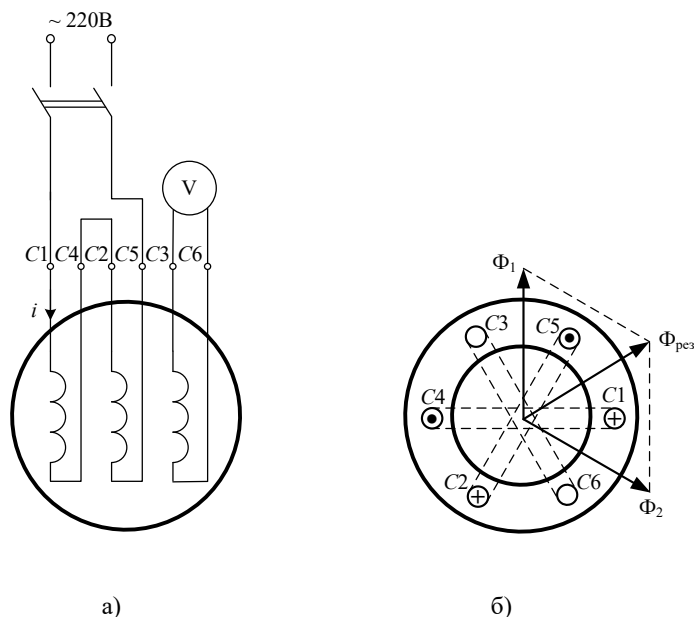

Рис. 15.3. Результирующий вектор магнитного потока при встречном включении
Рассмотрим случай, когда две обмотки соединены между собой разноименными зажимами (рис. 15.3, а, б).
- г) если вольтметр показывает напряжение, то это означает, что соединены два разноименных зажима (рис. 15.3, а, б). В силу этого можно обозначить зажимы 1 и 2, объединенные перемычкой, разноименными индексами $C1$ и $C5$ или $C4$ и $C2$. Если вольтметр показывает нулевое значение напряжения на зажимах третьей фазы, то перемычка соединяет одноименные зажимы катушек первой и второй фаз;